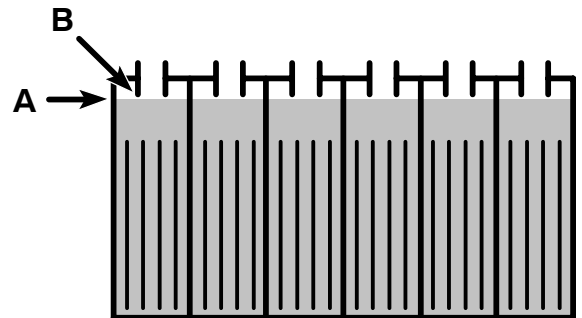

FIG. 24
8. Batteries plomb-acide : après le chargement, vérifiez le niveau d'électrolyte (A) des batteries. Le niveau doit se trouver environ à 1 cm du bord inférieur de l'orifice de remplissage (B) (Figure 24). Ajoutez de l'eau distillée si nécessaire. **NE REMPLISSEZ PAS TROP.**